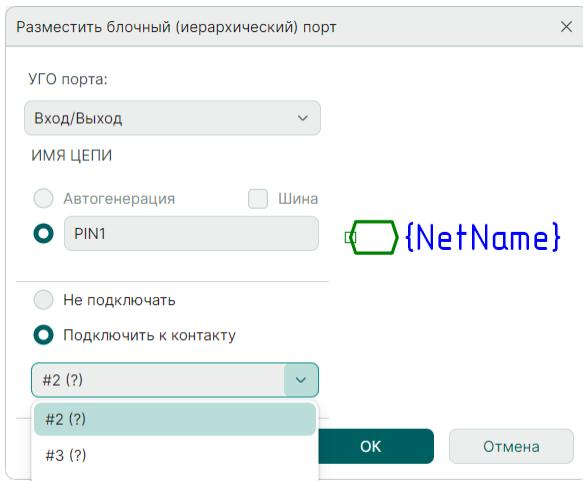

Рис. 272 Сопоставление блочного порта с выводом УГО блока
- Сопоставьте блочный порт с выводом УГО блока. Данное действие доступно только в том случае, если для УГО блока были созданы выводы. Для сопоставления порта и вывода установите переключатель в положение «Подключить к контакту» и с помощью выпадающего списка выберите нужный вывод УГО блока, см. Рис. 272.